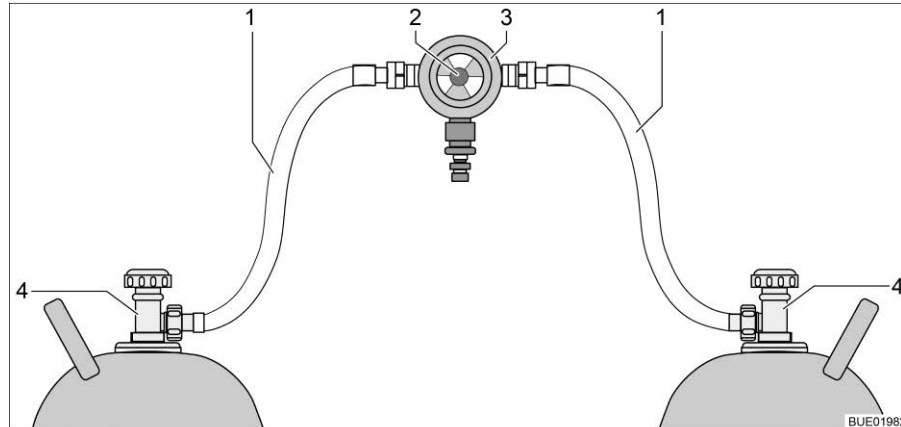
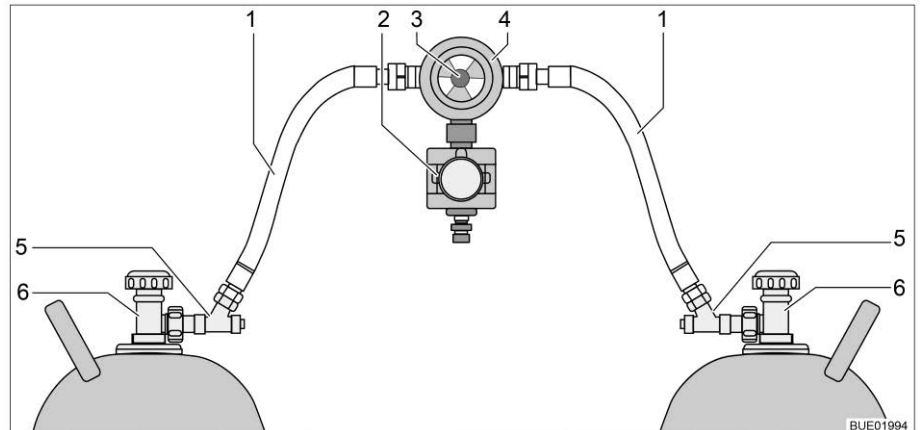

Fig. 177 Dispositif de commutation entre bouteilles de gaz
Fig. 178 Dispositif de commutation entre bouteilles de gaz avec CPU
Le dispositif de commutation entre bouteilles de gaz se compose d'un régulateur de pression du gaz combiné à une valve de commutation et indicateur (Fig. 177,3). Le dispositif de commutation entre bouteilles de gaz est monté entre les deux lyres (Fig. 177,1).
Le dispositif de commutation entre bouteilles de gaz se compose d'un régulateur de pression du gaz combiné à une valve de commutation et indicateur (Fig. 178,4) et d'une électrovanne (Fig. 178,2). L'électrovanne bloque l'arrivée du gaz au véhicule en cas de freinage brusque, d'accident ou de pente inhabituellement forte. Le dispositif de commutation entre bouteilles de gaz est monté entre les deux lyres (Fig. 178,1) avec des sécurités de rupture de tuyau (Fig. 178,5).
Le bouton rotatif (Fig. 177,2 ou Fig. 178,3), situé sur le dispositif de commutation entre bouteilles de gaz permet de définir laquelle des bouteilles de gaz est celle de service et laquelle est celle de réserve.
Seules les fonctions électriques peuvent être activées sur l'unité de commande (Fig. 179). Les robinets principaux des bouteilles de gaz (Fig. 177,4 et Fig. 178,6) doivent être ouverts ou fermés manuellement.
- Ouvrir les robinets principaux des bouteilles de gaz (Fig. 177,4 ou Fig. 178,6).
- Appuyer sur les sécurités de rupture de tuyau (Fig. 178,5) l'une après l'autre pendant 10 secondes.
- Choisir la bouteille de gaz avec le bouton rotatif (Fig. 177,2 ou Fig. 178,3) du dispositif de commutation à partir de laquelle le gaz doit être utilisé prioritairement (bouteille de service).
- Fermer les robinets principaux des bouteilles de gaz (Fig. 177,4 ou Fig. 178,6).